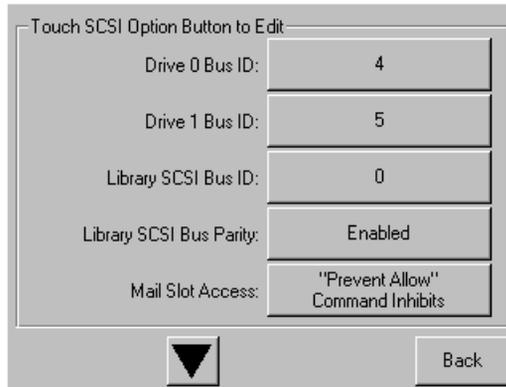

Figura 3–1: Pantalla de selección de opciones SCSI (se muestra el modelo de la serie MSL5026)
- a. Active la casilla situada junto al texto “Drive 0 Bus ID:”. Aparecerá la pantalla Drive 0 Bus ID (ID de bus de la unidad 0) (consulte la Figura 3–2). Esta pantalla muestra el actual ID de bus de la unidad 0 y el nuevo valor solicitado.